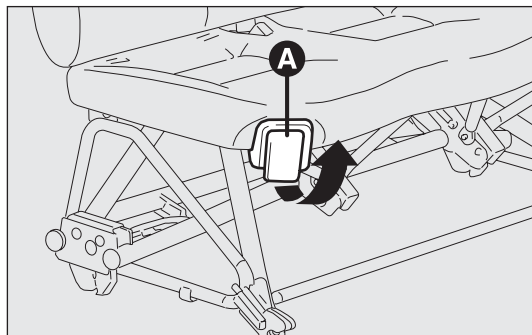
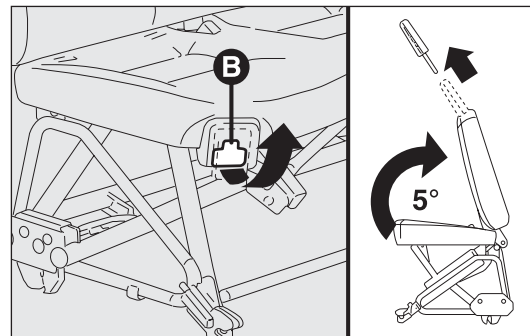

рис. 34
рис. 35
Поднимите рычаг А – рис. 34 и наклоните спинку вперед.
- поднимите рычаг В – рис. 35 (находящийся под рычагом А – рис. 34) правой рукой;